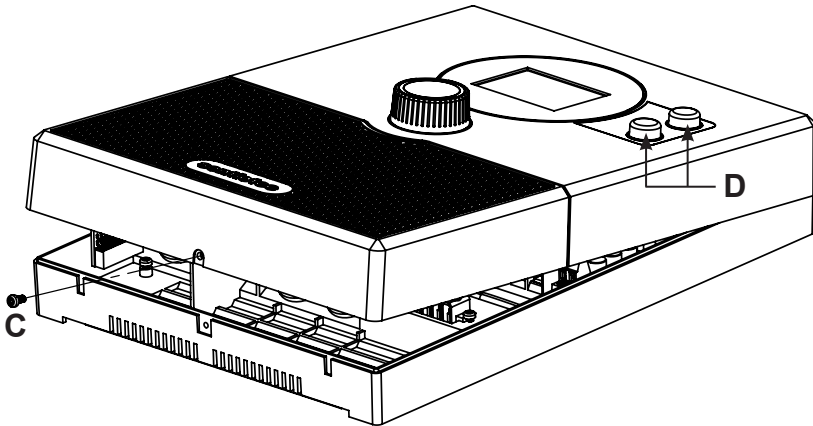

Afb.1 Positie van de ophangconstructie en de montageopeningen (afmetingen in mm)
1. Draai twee spaanplaatschroeven (3 x 25 mm) op een hoogte van ongeveer 1,70 m tot op een afstand van 7 mm in de saunawand. De twee schroeven moeten 156 mm van elkaar verwijderd zijn (zie **Afb.1**).
4. Hang de saunabediening met behulp van de ophangconstructie **A** aan de gemonteerde kruiskopschroeven (zie **Afb.1**).
5. Draai twee spaanplaatschroeven (3 x 25 mm) in de onderste bevestigingsopeningen **B** (zie **Afb.1**).